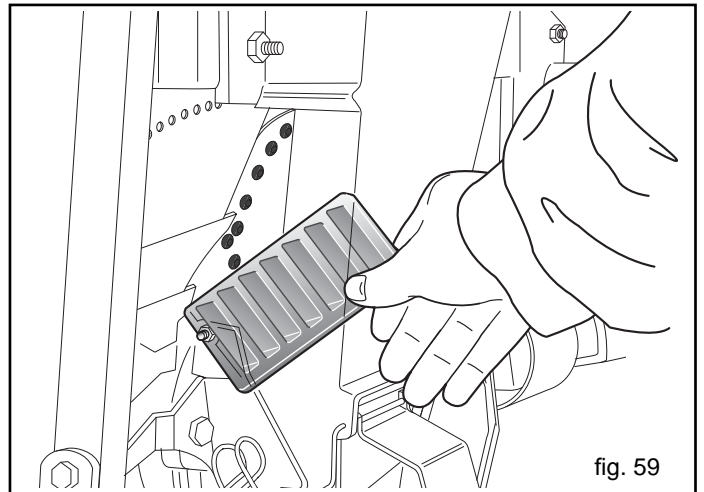

fig. 59
- Den Wähler einstellen und am durchsichtigen Gitter prüfen, daß die Scheibe nur einen Samen pro Loch trägt (Abb. 59).